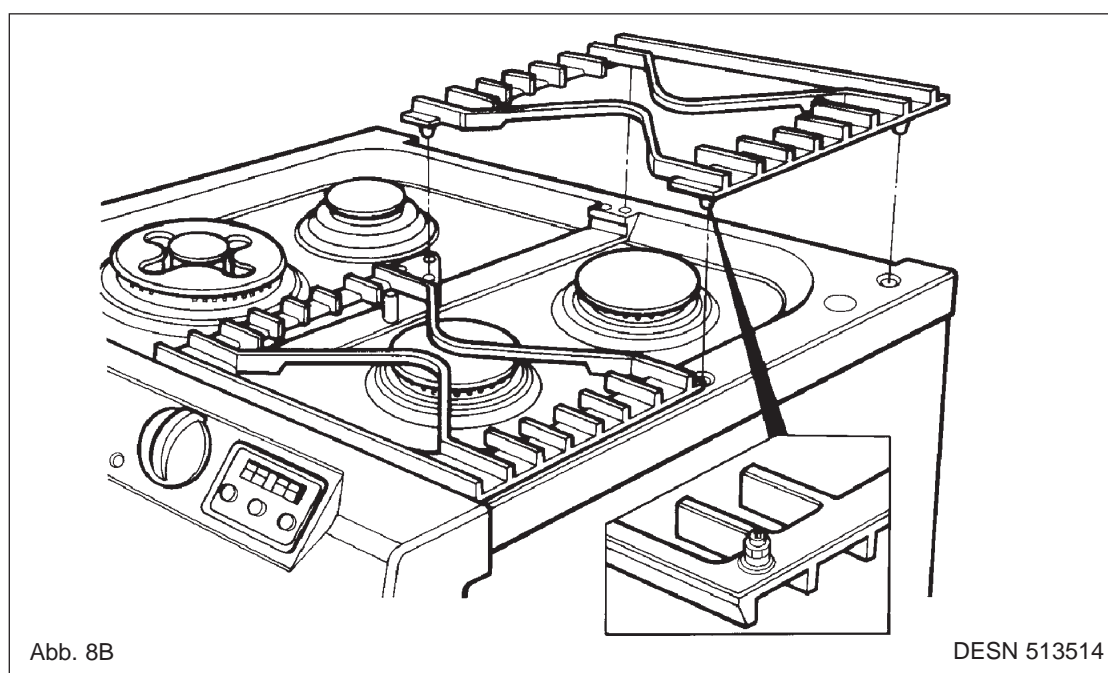

Abb. 8B
- Lösen Sie die Sicherungsmutter mit einem Schraubenschlüssel 8 mm (siehe Abb. 8B).